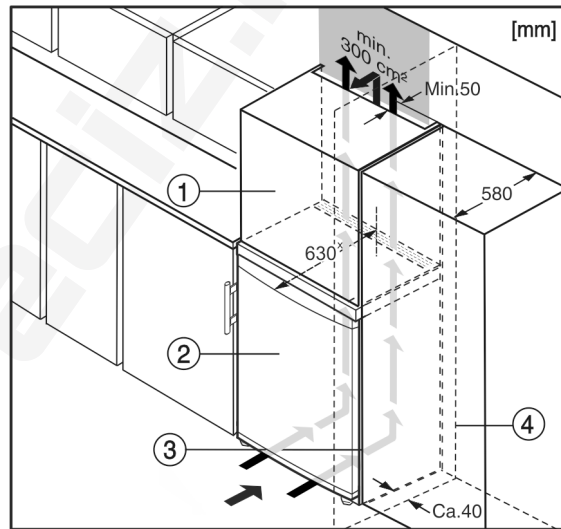

Fig. 10
- (1) Rátétszekrény*
- (2) Berendezés*
- (3) Konyhaszekrény*
- (4) Fal*
A készüléket körbe lehet építeni konyhaszekrényekkel. Rá lehet szerelni Fig. 10 (2) egy rátétszekrényt, hogy a készüléket a konyhabútorok magasságához Fig. 10 (1) igazítsa.
Ha (max. 580 mm mélységű) konyhaszekrényekkel építi körül, akkor a berendezést közvetlenül a konyhaszekrény Fig. 10 (3) mellett is felállíthatja. A készülék oldalirányban 34 mm^x, a közepétől pedig 50 mm^x távolságban nyúlik túl a konyhaszekrény előlapjához képest.*
Mikor a berendezést a csuklópántokkal egy fal *Fig. 10 (4)* mellett állítja fel, akkor a berendezés és a fal közti távolság legalább 40 mm legyen. Ez nyitott ajtó esetén megfelel a fogantyú túlnyúlásának.*